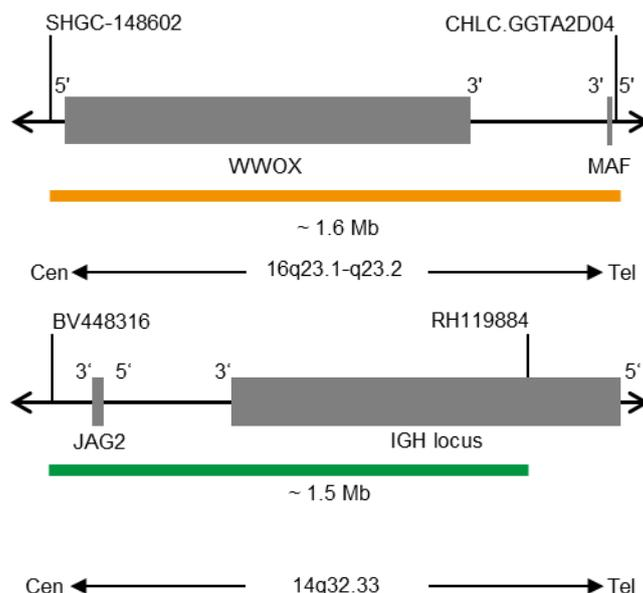

Fig. 1: Arriba: SPEC MAF Mapa de la sonda; abajo: SPEC IGH Mapa de la sonda (no está a escala)
- Polinucleótidos marcados en naranja (excitación a 547 nm/emisión a 572 nm) ZyOrange (~6,0 ng/μl), dirigidos a secuencias localizadas en 16q23.1-q23.2\* (chr16:78,089,697-79,657,277) que albergan la región del gen MAF (ver Fig. 1).
- Polinucleótidos marcados en verde (excitación a 503 nm/emisión a 528 nm) ZyGreen (~12,0 ng/μl), dirigidos a secuencias localizadas en 14q32.33\* (chr14:105,462,169-106,995,000) que albergan el locus IGH (ver Fig. 1).